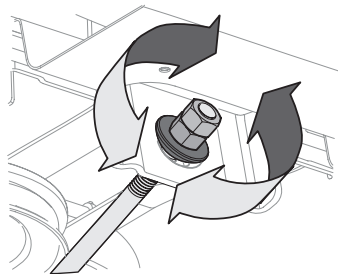

Figura 37
- Para **elevare** el frente de la plataforma, afloje la tuerca exterior y luego apriete (rosca hacia adentro) la tuerca contra el soporte de suspensión delantera (Figura 37). Cuando se logre el torque correcto, vuelva a apretar la tuerca exterior hasta 25-30 pies-libras (34-41 N-m).
- Para **bajar** el frente de la plataforma, afloje la tuerca exterior y luego afloje (rosca hacia afuera) la tuerca interior, alejándola del soporte de suspensión delantera (Figura 37). Cuando se logre el ajuste correcto, vuelva a apretar la tuerca exterior.